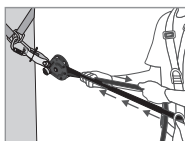
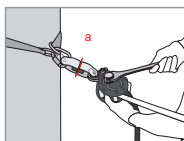

Fig. 3
Fig. 4
Når livlinen er installeret, skal der foretages en forjustering af spændingen ved manuelt at trække rebet (endeknude side - Fig. 3). Knasten (8) og knasthåndtaget (4) skal automatisk komme i kontakt med tovet. Fold knasthåndtaget ned (4), og anvend derefter en passende skruenøgle på spændingsjusteringsakslen (1) indtil spændeskiven (a) på spændingsindikator (2) drejer frit (Fig. 4). Så snart den bevæger sig frit, skal der IKKE STRAMMES MERE! Dette svarer til en for-spænding på linen på ca. 0.5 kN. Ved brug skal du regelmæssigt kontrollere denne spænding (drejning af spændeskiven) og juster om nødvendigt som beskrevet ovenfor.